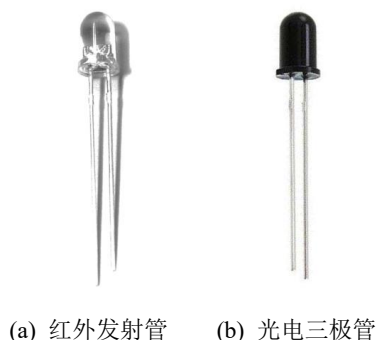
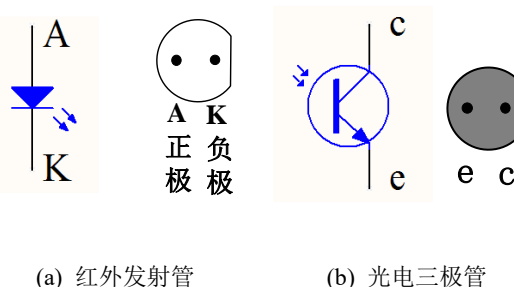

图 1 实物图
图 2 底视图
1. 红外发射管和光电三极管的实物图参见图 1，底视图参见图 2。